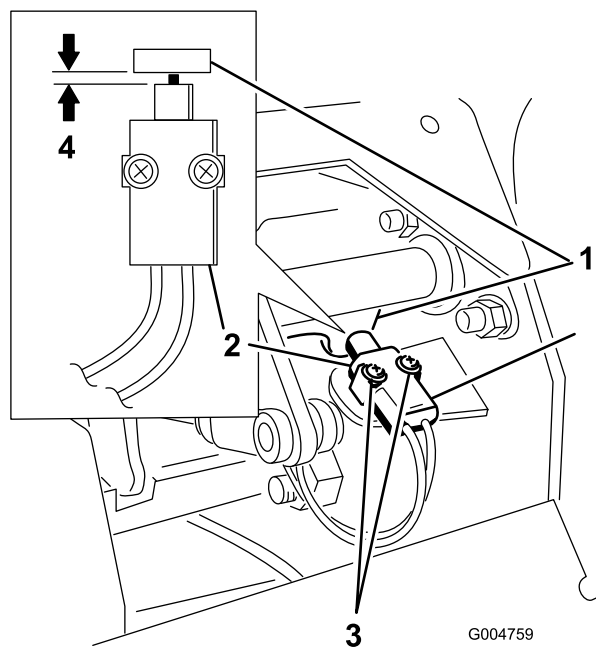

Figura 56
4. Spostate il microinterruttore verso la linguetta sull'albero del freno finché la distanza tra la linguetta ed il corpo del microinterruttore non è compresa tra 0,4 e 1 mm (Figura 56).